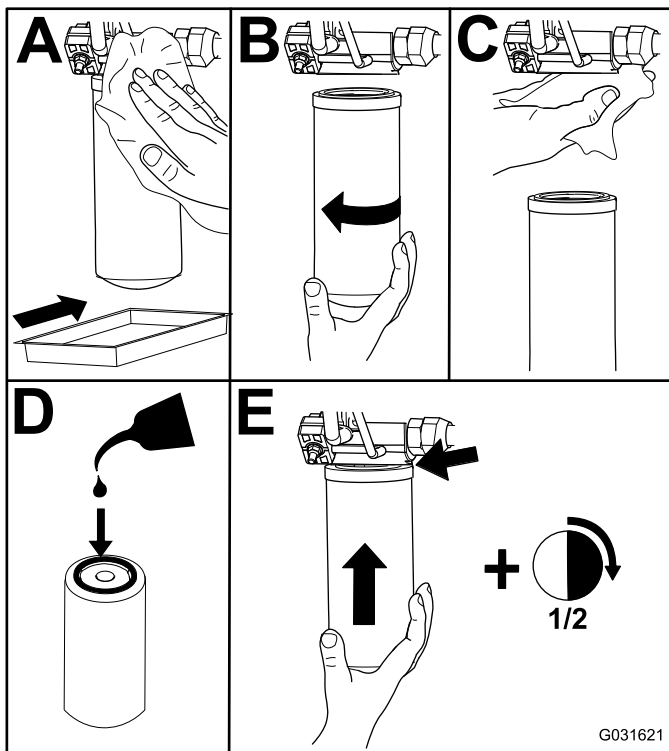

Figura 73
2. Cambie los filtros hidráulicos (Figura 73).